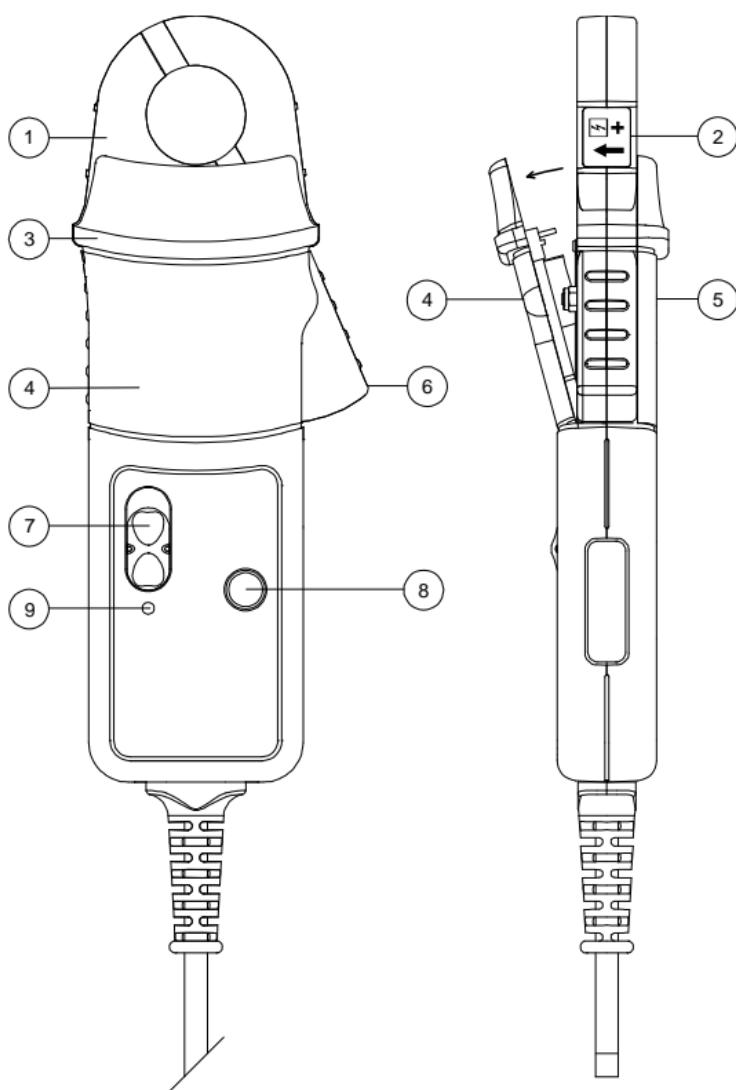

FIG 1
- No sujeté nunca la sonda más allá de la protección contra el contacto con los dedos, ver FIG. 1.
El LED verde aparece parpadeando al alcanzar el mínimo nivel tensión de servicio requerido. (Ver fig. 1.) En tal caso, proceda de la siguiente manera.